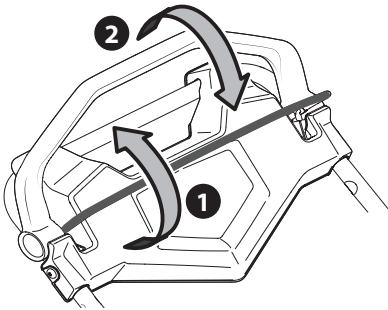

Figura 36
1. Una vez que el motor esté funcionando y mientras mantiene juntos los controles de la transmisión y la cuchilla, empuje el control de la transmisión hacia adelante para propulsar la cortadora. Cuanto más lejos se empuje el control hacia adelante, más rápido avanzará la cortadora (Figura 36).